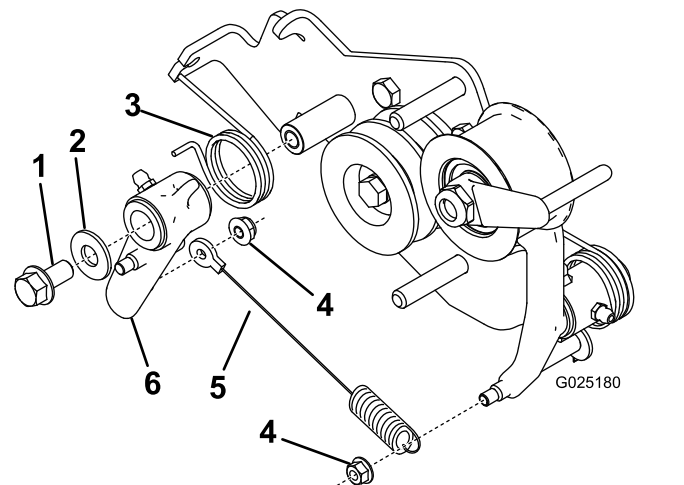

Bild 3
7. Entfernen Sie den Antriebshebel und die erforderlichen Teile von der alten Kupplungshalterung und befestigen sie an der neuen Kupplungshalterung (Bild 3).